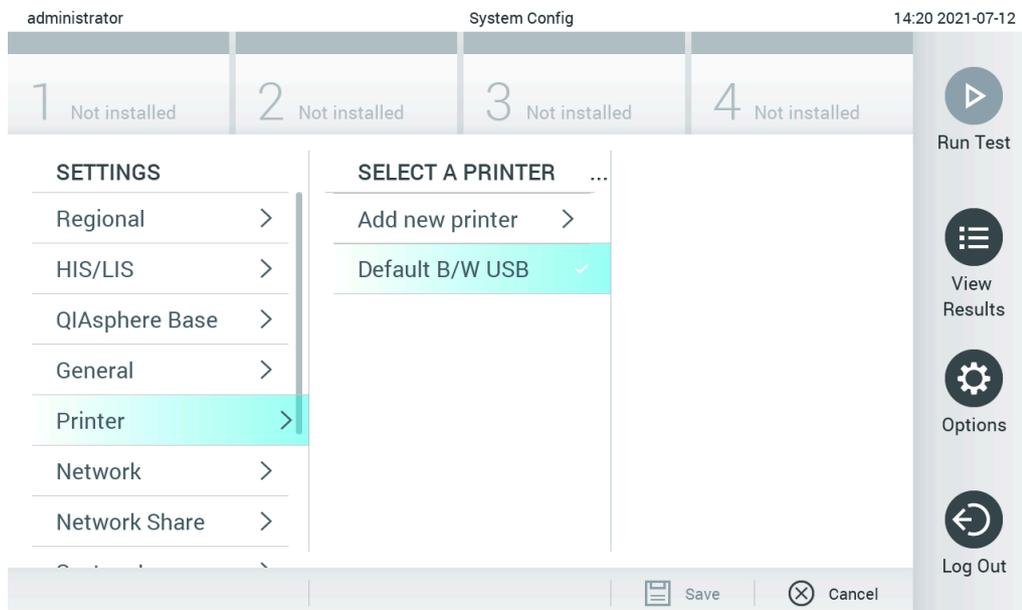

Figure 100. Installation de l'imprimante avec le pilote par défaut
2. Sélectionnez l'imprimante par défaut appelée Default B/W USB (figure 100)